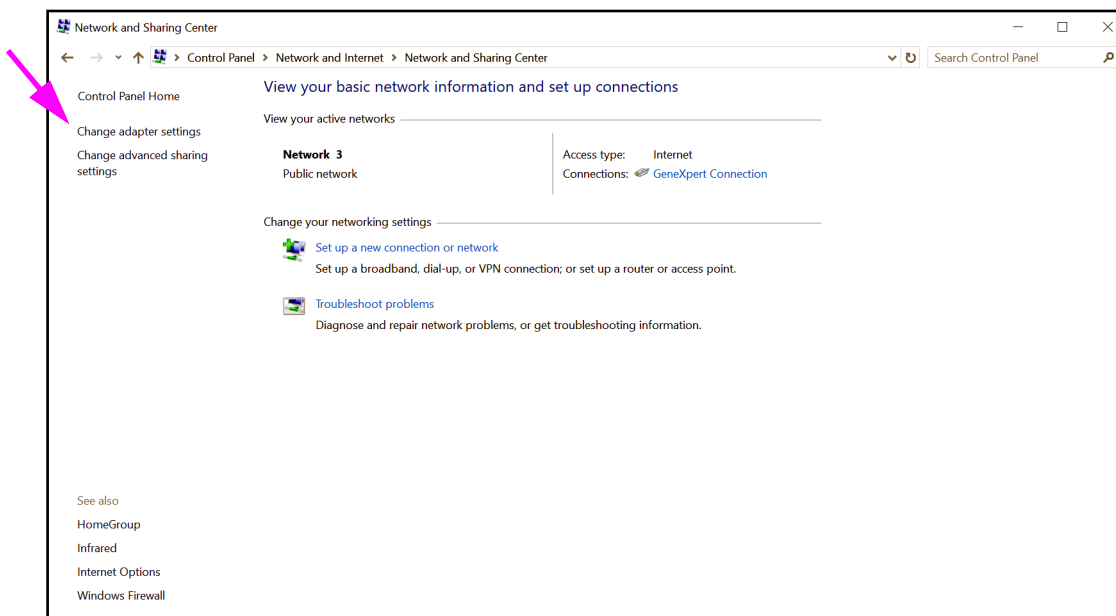

Abbildung 2-45. Bildschirm „Network and Sharing Center“ (Netzwerk- und Freigabecenter)
4. Klicken Sie auf **View network status and tasks (Netzwerkstatus und -aufgaben anzeigen)**. Der Bildschirm **Network and Sharing Center (Netzwerk- und Freigabecenter)** erscheint. Siehe Abbildung 2-45.